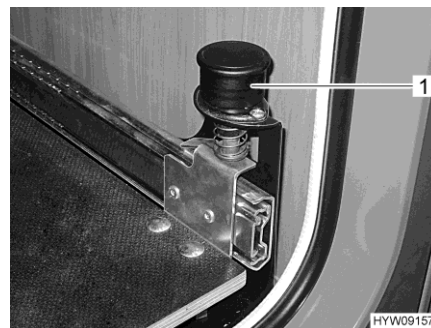

Fig. 81 Pomello con arresto
- Tirare verso l'alto il pomello (Fig. 81,1). La base estraibile del vano portabombole è sbloccata.